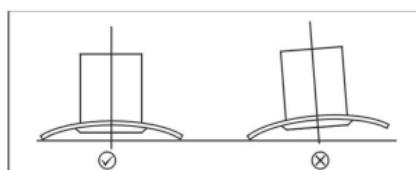

Abbildung 10
**— Versichern Sie sich nach der Montag, dass die Dunstabzugshaube im Wasser ist, um die Akkumulation von Fett an einer Stelle zu vermeiden (siehe Abbildung 10).**